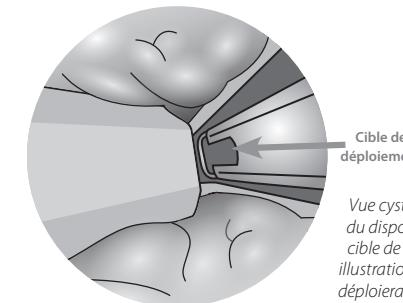

Figure 4
- Positionner le dispositif de pose UroLift de façon à ce que la cible du déploiement (Figure 4) se situe contre le lobe de prostate ciblé, et soit orientée en direction latérale.